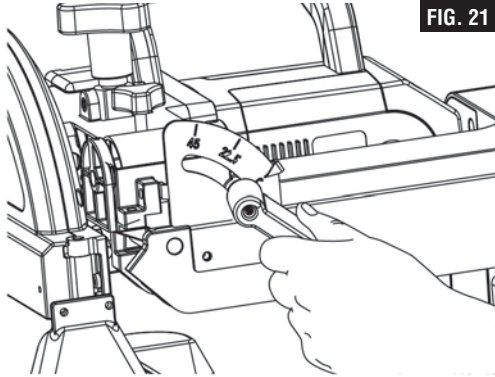

FIG. 21
1. Afloje el pomo de ajuste del corte en bisel en la parte trasera de la sierra (Fig. 21).